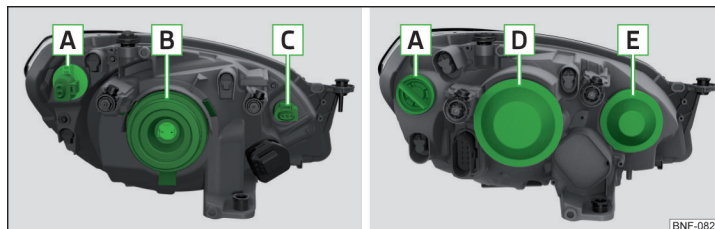
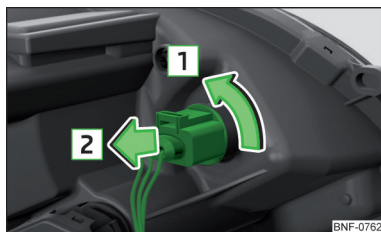

Fig. 171 Forlygter: Type 1 / Type 2
Fig. 173
Placering af pærer » Fig. 171
- › Drej fatningen med pæren **C** » Fig. 171 på side 136 helt i pilens retning **1** » Fig. 173.
- › Tag beskyttelseskappen **D** eller **E** » Fig. 171 på side 136 af.
- › Sæt beskyttelseskappen **D** eller **E** » Fig. 171 på side 136 på.